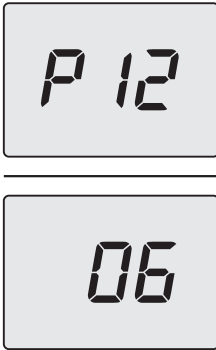

Figura 5.50
- Scorrere i vari parametri utilizzando i tasti 13 (indietro) o 15 (avanti) fino a far apparire sul display LCD le lettere **P12** che si alternano con il valore del parametro (Figura 5.50).